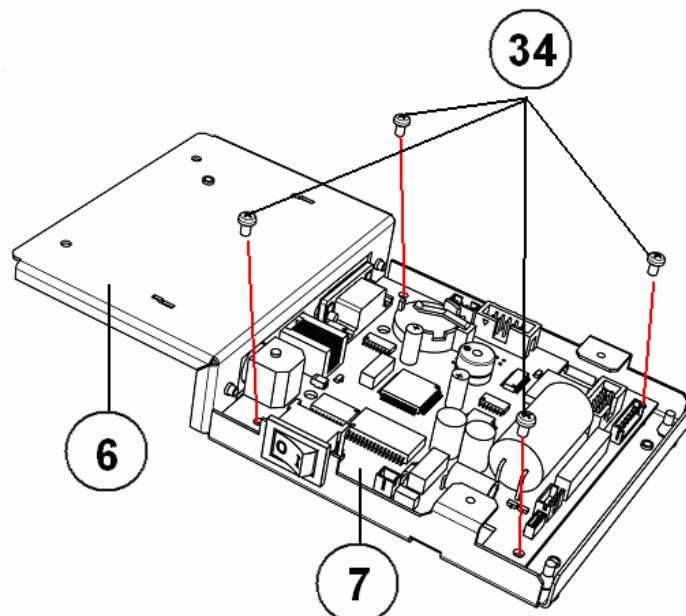

Рисунок 9. – Отсоединение системной платы от консоли.
- ◆ Открутите четыре винта (см. рис. 9, поз.34), которые крепят системную плату к консоли системной платы;